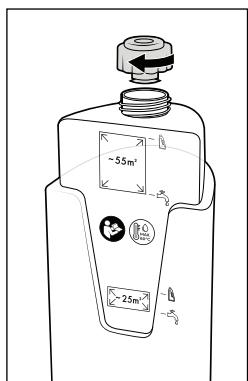

Fig. 10
- ◆ Luk låget til brugsvandsbeholderen 11 igen (se fig. 10).